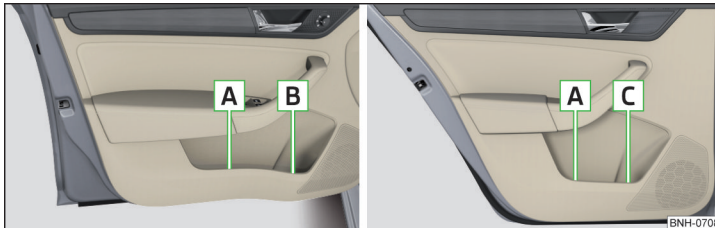

Abb. 77 Ablagefächer: in der vorderen Tür / in der hinteren Tür
**Ablagefächer** » Abb. 77
Das Ablagefach **A** » Abb. 77 in der vorderen Tür ist ausschließlich zum Ablegen von Gegenständen zu verwenden, die nicht herausragen - es besteht die Gefahr der Einschränkung des Wirkungsbereichs der Seitenairbags.